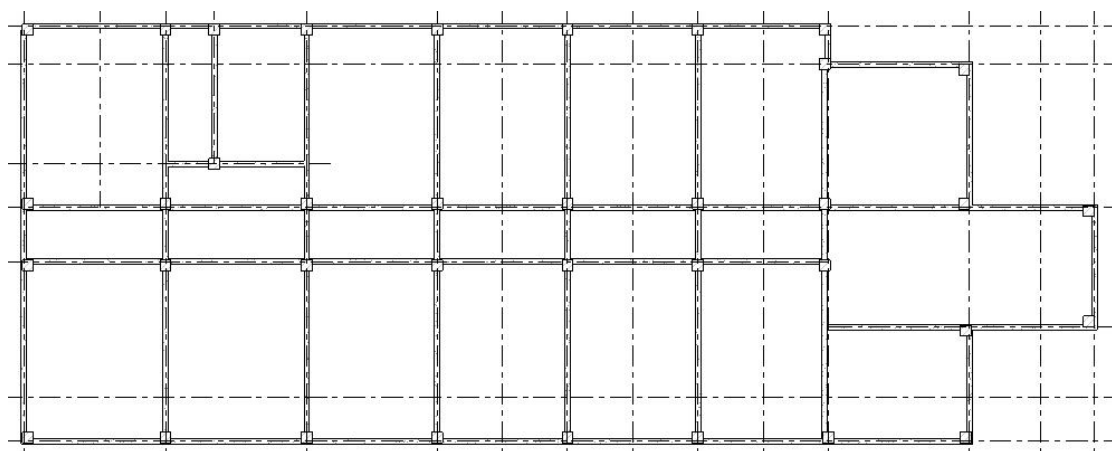

图 5-27 结构梁
- 点击“结构”选项卡“结构”面板中的“梁”工具，在属性面板选择“300 x 600mm”的混凝土矩形梁，在柱子所在的轴网交点处绘制梁（图 5-27）。